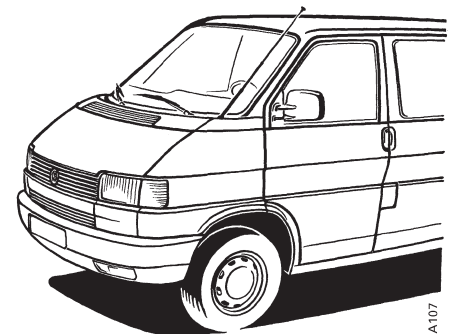

Fig. 1
- Den Halter **A** bei Bus / Transportern bis 12.95 verwenden (Fig. 1, 4a und 5a).
– In the case of bus / transporters, use bracket **A** until 12.95 (Fig. 1, 4a and 5a).
– Utiliser le support **A** pour les bus et camionnettes jusqu'à décembre 95 (Fig. 1, 4a et 5a).